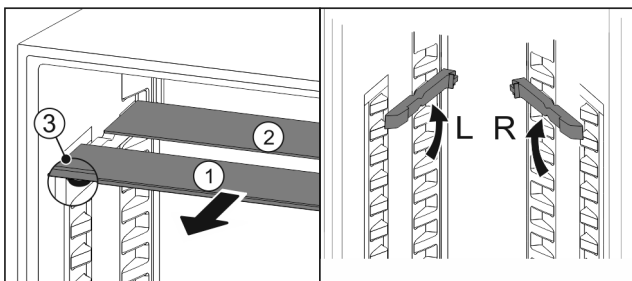

Fig. 25
- Trekk glassplatene enkeltvis fremover og ut Fig. 25 (1).
- ▷ Glassplate Fig. 25 (1) med pyntelist ligger foran.
- ▷ Stoppere Fig. 25 (3) peker nedover.